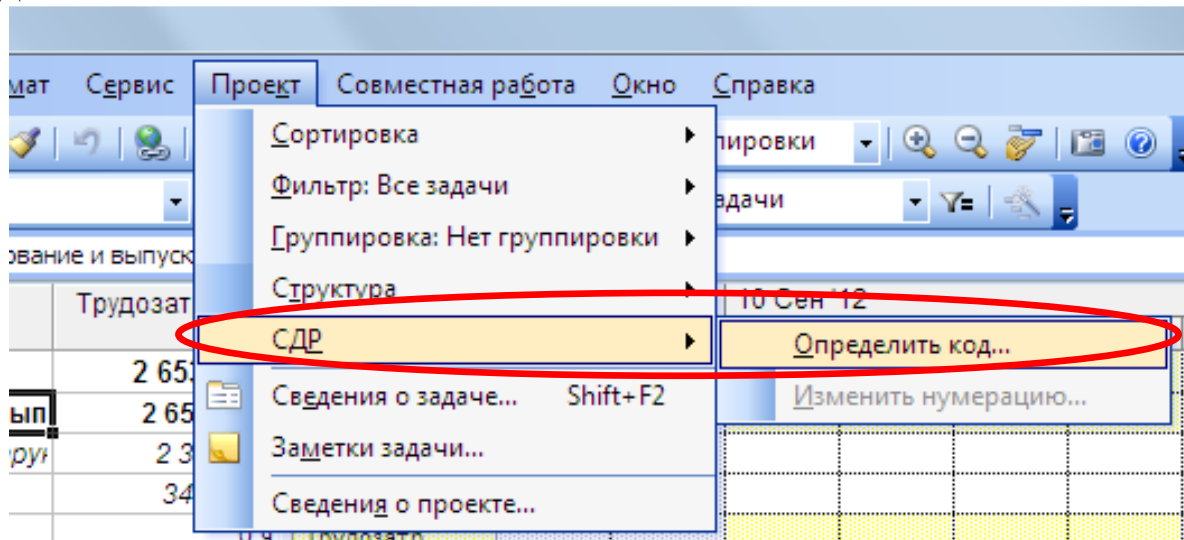

Рис. 12 – Вызов диалогового окна **Определение кодов СДР**
17. Для создания нового кода или изменения существующего надо открыть специальное окно в меню команд **Project → WBS → Define Code (Проект→СДР→Определить код)** (рис. 12).